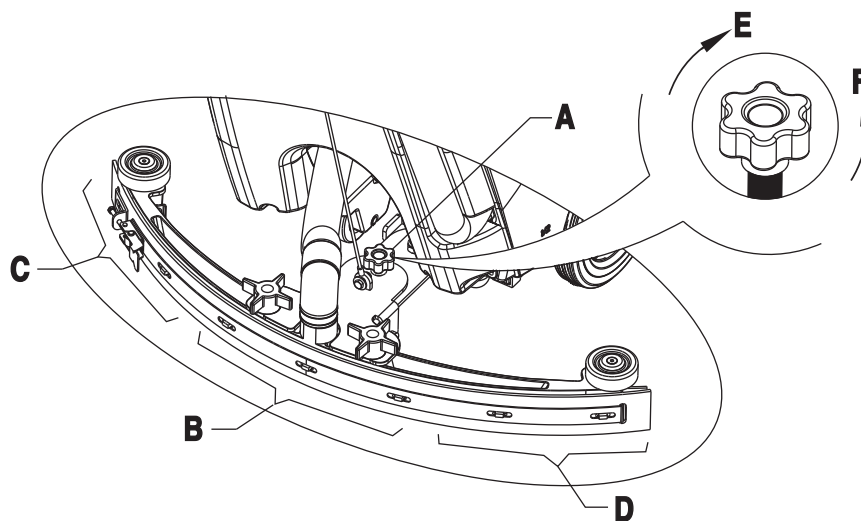

FIGURA 4
8. Ajuste la escobilla mediante la manija de ajuste (A) de la escobilla (Figura 4).